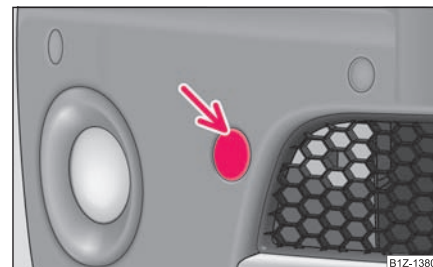

Fig. 234 Bara de protecție față Octavia Scout: Capac
- Apăsați pe partea de sus a capacului ⇒ fig. 234 și scoateți-l.